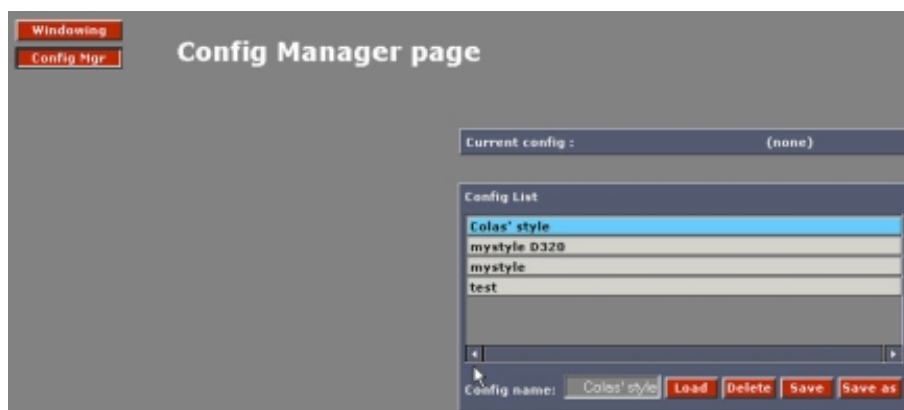

Imagen 6-59
1. Seleccione la configuración a eliminar en la lista. (imagen 6-59)